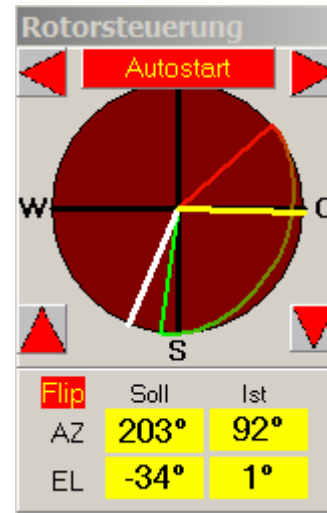

Abbildung 9
- Man verwendet den Flipmode, d.h., man schwenkt die Elevationsantenne auf 180° Elevation und steuert die Elevationsantenne dann Elevation = 180° - Sollelevation. Hat der Satellit im aktuellen Moment einen Elevationswinkel von z.B. 30°, dann ergibt sich ein Steuerwinkel von Elevation = 180° - 30° = 150°. Dies hat zur Folge, dass der Azimutanschlag jetzt nicht mehr im Süden ist, sondern im Norden. HalloSat wird es, wie in Abbildung 9 dargestellt, ausführen. Diese Art der Steuerung ist aber nicht von allen OMs erwünscht!